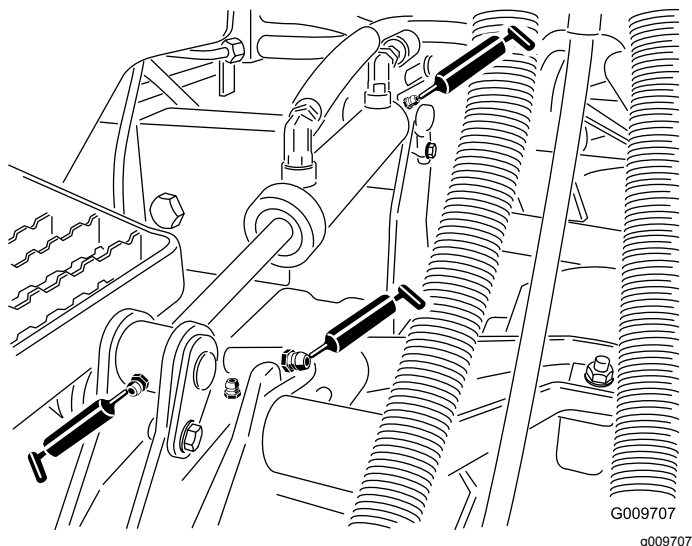

Figura 24
- Casquillos de los brazos de elevación (1 Figura 24 por carcasa) ().
- Casquillos de los cilindros de elevación (2 Figura 24 por carcasa) ().